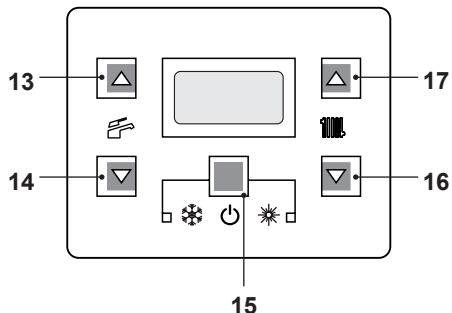
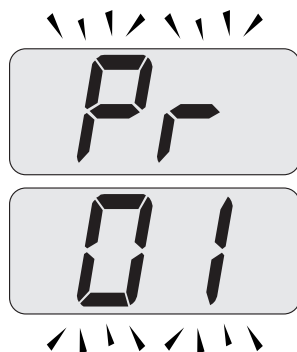
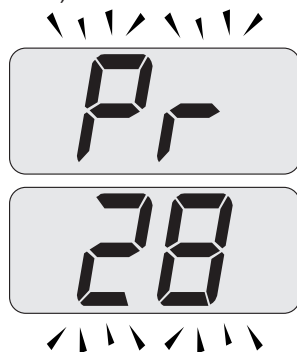

Figura 9.1
Figura 9.2
Figura 9.3
- Scorrere i vari parametri utilizzando i tasti 16 o 17 fino a far apparire sul display LCD le lettere **Pr** che si alternano con il codice **28**, indicanti l'entrata nel "parametro 28" (Figura 9.3).
- Premere contemporaneamente i tasti 15 e 17 (Figura 9.1) fino a far apparire sul
- Entrare in "modalità programmazione" premendo contemporaneamente per 10 secondi i tasti 15 - 16 - 17 (Figura 9.1) fino a far apparire sul display LCD le lettere **Pr** che si alternano con il codice **01**, indicanti l'entrata nel "parametro 01" (Figura 9.2).
- Premendo il tasto 15 (Figura 9.1) si ottiene la conferma del valore inserito.
- Premendo contemporaneamente i tasti 15 e 16 (Figura 9.1) si esce senza modificare il valore (ritorno alla lista parametri Figura 9.3).
- Premendo contemporaneamente per 10 secondi i tasti 15 - 16 - 17 (Figura 9.1) si esce dalla "modalità programmazione".